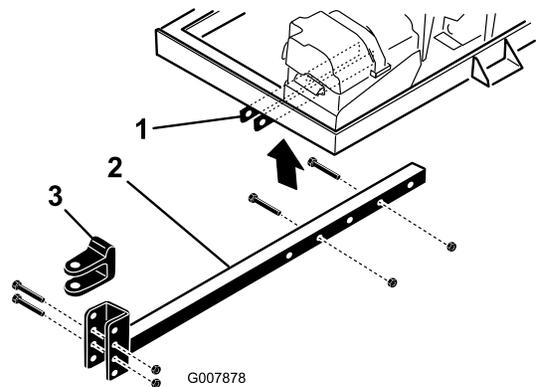

Bild 4
2. Stecken Sie das Anbauvorrichtungsrohr in die Rahmenhalterungen (Bild 4). Befestigen Sie das Rohr mit zwei Schrauben (3/8" x 3") und Bundmuttern (3/8") am Rahmen.
- Entfernen Sie die Schrauben und Sicherungsmuttern, mit denen der Anbauvorrichtungstift (Bild 4) am Anbauvorrichtungsrohr befestigt ist.
- Nehmen Sie die Schrauben und die Muttern ab, mit denen das Anbauvorrichtungsrohr an den Rahmenhalterungen befestigt ist (Bild 4).